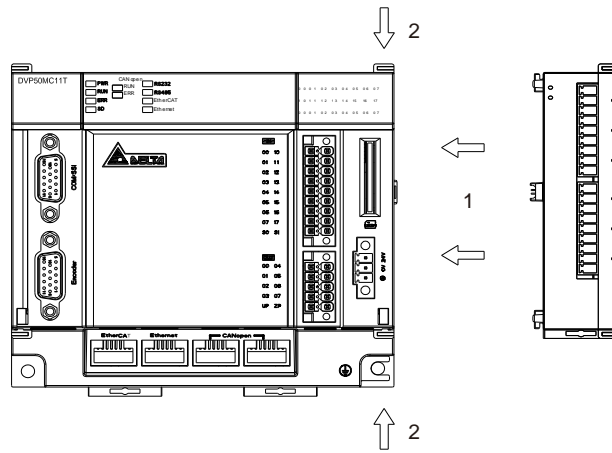

图 5.1.4.1
- 将运动控制器右侧上下两端的扩展模块卡口打开，将 DVP16SP11T 模块沿四角上的导入孔装入，如图 5.1.4.1 步骤 1 所示。
- 压入运动控制器上下两端的卡口，卡紧模块以保证接触良好，如图 5.1.4.1 步骤 2 所示。